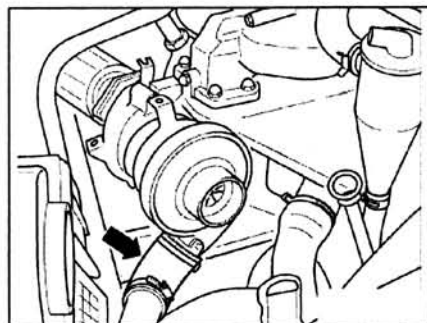

Рис. 2.135. Отсоедините нагнетающий патрубок (стрелка) от турбокомпрессора.
4. Отсоедините нагнетающий патрубок (**стрелка**) от турбокомпрессора (рис. 2.135).